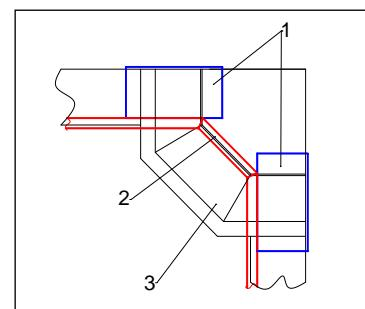

Рис. 19
3. Монтаж карниза типов 1, 3, 4 над угловыми коробами производится в соответствии со схемой, изображённой на Рис. 19. Пространство между стеной и карнизом закрывается панелями из ДСП, закреплёнными поверх навесных шкафов и кожуха вытяжки.